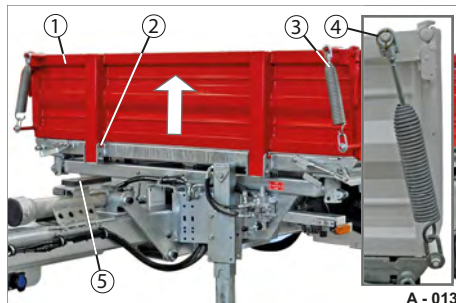
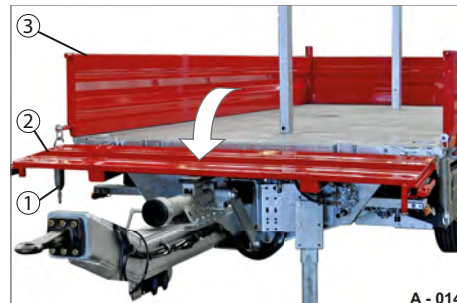

Abb. 15 Stirnbordwand gesichert
Abb. 16 Stirnbordwand abgeklappt
Die Stirnbordwand (Abb. 15/1) ist beweglich am Fahrgestell befestigt.
- ▶ Entfernen Sie den Sicherungssplint (Abb. 15/4) und ziehen Sie die Bordwand-Hebefeder (Abb. 15/3) von dem oberen Bolzen ab.
- ▶ Heben Sie die Stirnbordwand (Abb. 15/1) in den Rungen (Abb. 15/2) hoch und klappen Sie diese vorsichtig nach vorne auf.
- ▶ Schwenken Sie die Stirnbordwand (Abb. 16/2) in die senkrechte Position und heben Sie diese hoch, so dass sich die Stirnbordwand in den Rungen (Abb. 15/2) arretiert.
- ▶ Schließen Sie die seitlichen Bordwände (Abb. 16/3).
- ▶ Bringen Sie die Bordwand-Hebefeder (Abb. 15/3) an und sichern Sie diese mit den Sicherungssplinten.